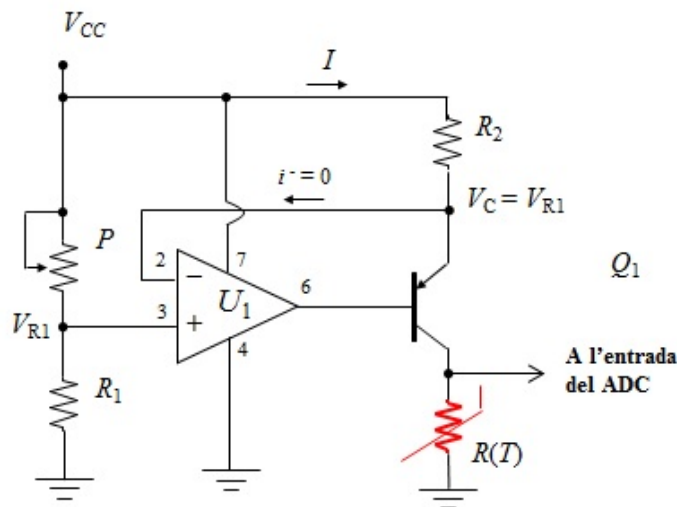

Fig. 4.- Implementació del circuit condicionador per la NTC amb font de corrent programable.
que depèn de la temperatura i, per tant, en dificulta el procés de calibració. Una manera de fixar un corrent constant i conegut en un circuit és per mitjà del circuit de la Fig. 4. En aquest, l'amplificador operacional (U_1) s'encarrega de fixar la tensió al emissor del transistor Q_1 , la qual es programa amb el divisor de tensió format per la resistència (R_1) i el potenciòmetre (P) d'entrada, i que val